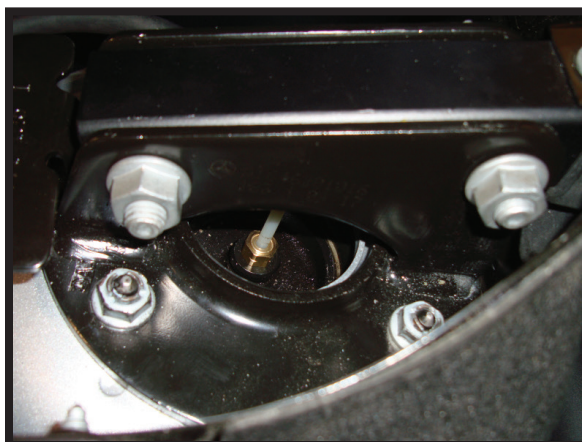

FIGURA 6
9. DESCONECTE EL TUBO DE AIRE DE LA PARTE SUPERIOR DEL PUNTALE. (FIGURA 6)